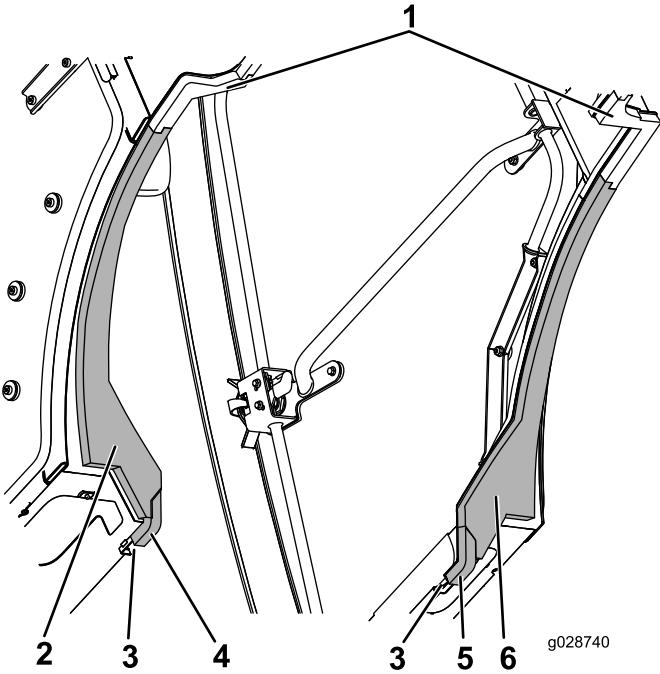

Figura 60
4. Alinee el borde interior de las piezas de espuma izquierda y derecha del depósito con las piezas de espuma centrales izquierda y derecha, encajando entre sí las pestañas (**Figura 60**).
- Presione el borde delantero de las piezas de espuma laterales izquierda y derecha contra el canal y encaje entre sí el borde trasero biselado de las piezas de espuma laterales con las piezas de espuma del depósito (Figura 60).